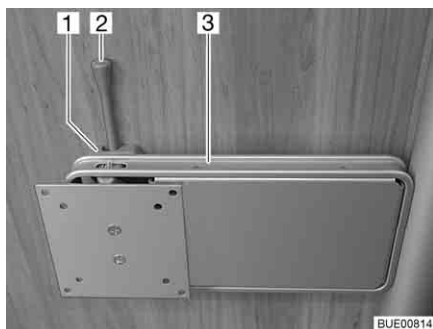
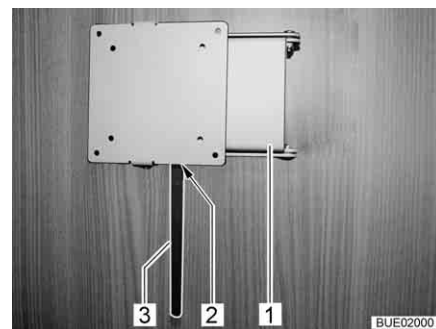

Fig. 52 Fijación en la columna
Fig. 53 Fijación en la columna (alternativa)
- Empujar la palanca de desbloqueo (Fig. 52,2 ó bien Fig. 53,3) hacia el lado y girar el soporte (Fig. 52,3 ó bien Fig. 53,1) junto con la pantalla plana a la posición deseada.
- Girar la pantalla plana hacia la posición inicial hasta que el soporte (Fig. 52,3 ó bien Fig. 53,1) engatille en el bloqueo (Fig. 52,1 ó bien Fig. 53,2).